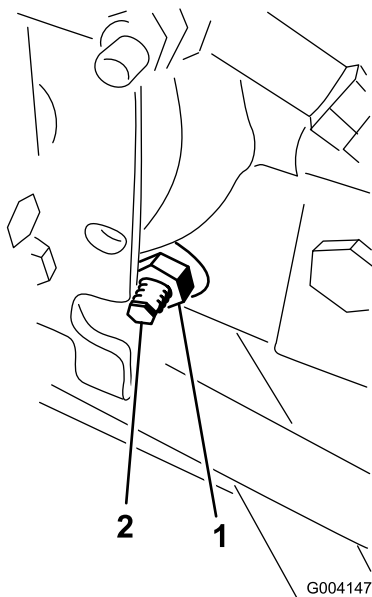

Figura 67
3. En el lado derecho del hidrostato, afloje la contratuerca de la leva de ajuste de tracción (Figura 67).